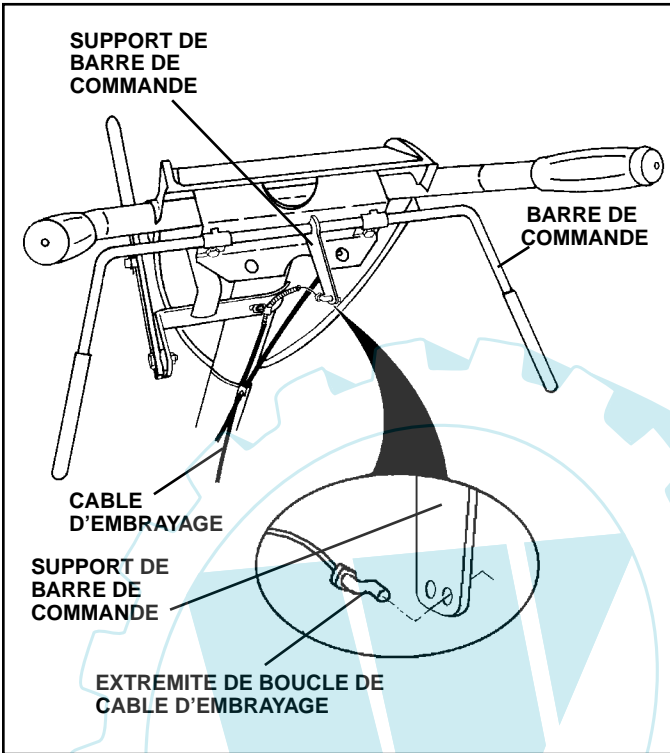

FIG. 6
ATTACHER LE CABLE D'EMBRAYAGE (Voir la fig. 6)
- Assurez-vous que l'indicateur du levier de changement de vitesse soit en position point mort (N) (Voir la fig. 6).